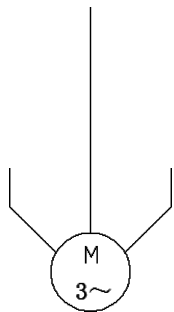

图 6-96 绘制导线
(5) 单击“默认”选项卡“绘图”面板中的“直线”按钮，在插入的电动机图块上绘制如图 6-96 所示的导线。